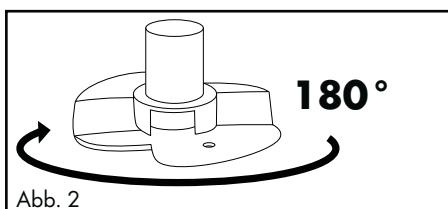
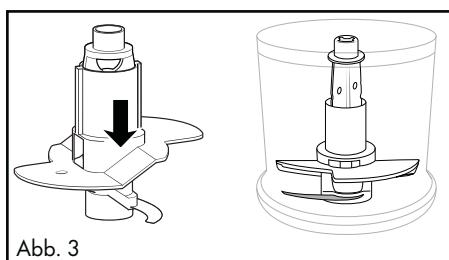

Abb. 2
Abb. 3
- Für 200 ml Sahne drehen Sie die Emulgierscheibe ⑩ horizontal um 180° (Abb. 2), so dass diese nur noch auf einem Messer ⑦ aufliegt und einrastet (Abb. 3). Sie pflügt dann höher durch die Sahne: